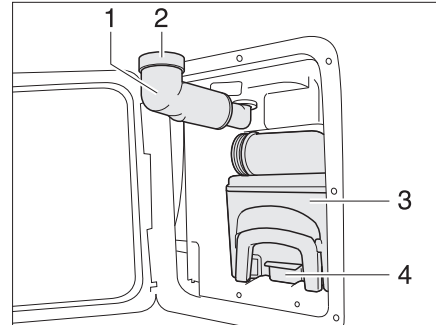

Bild 147 Thetford-Kassette
- Frischwasser-Einfüllstutzen (Bild 147,1) nach außen schwenken.
- Schraubkappe (Bild 147,2) abnehmen.